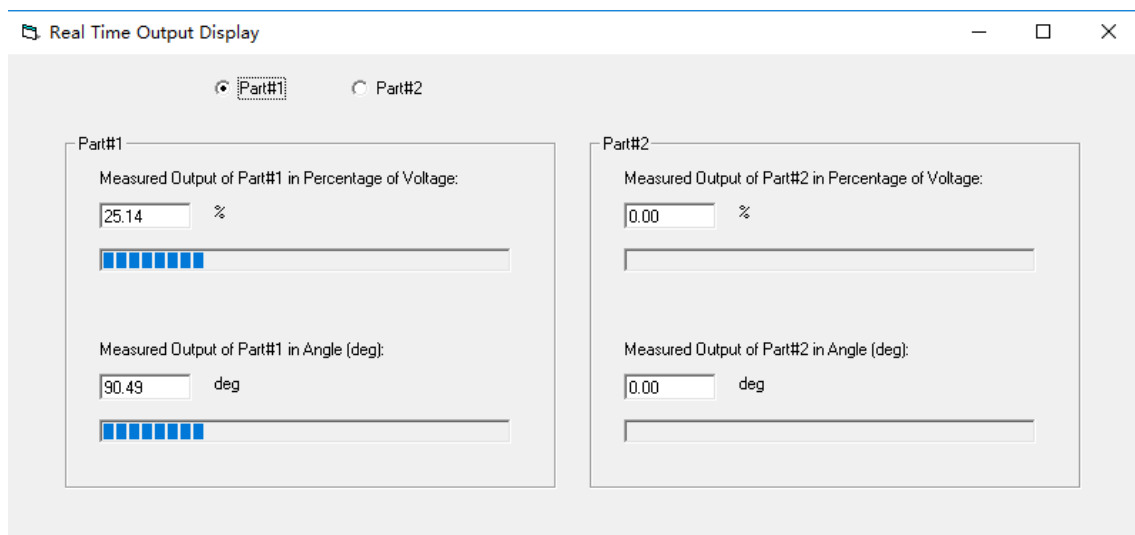

图5.1.5 View Output 界面
- Advance 按钮可以打开芯片寄存器的读写功能，可以针对多个指定寄存器做数据读写操作，可选择 SITE1 或 SITE2 芯片，图 5.1.5。